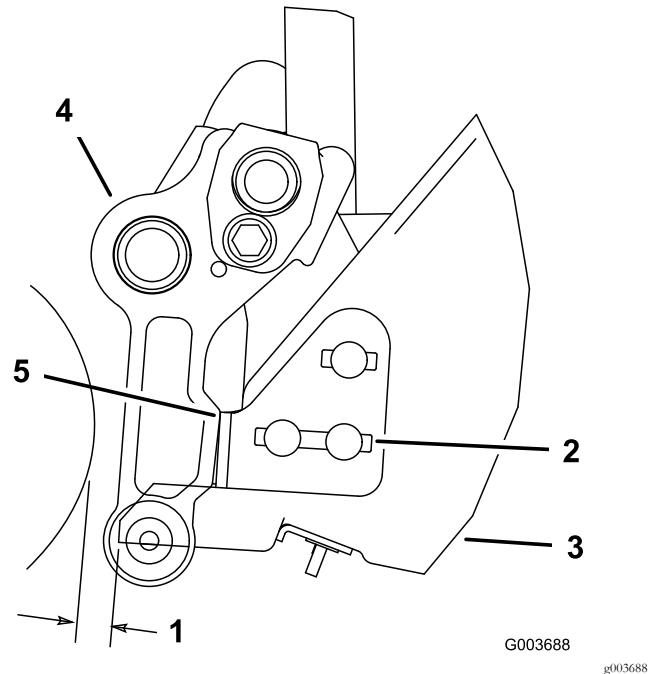

Figura 13
1. Em cada lado do cesto, desaperte as porcas dos parafusos de carroçaria que prendem os suportes do batente do cesto ao cesto (Figura 13).
2. Coloque o cesto de forma que fique paralelo à unidade de corte com uma folga mínima de 6 mm entre a borda do cesto e o cilindro (Figura 13).